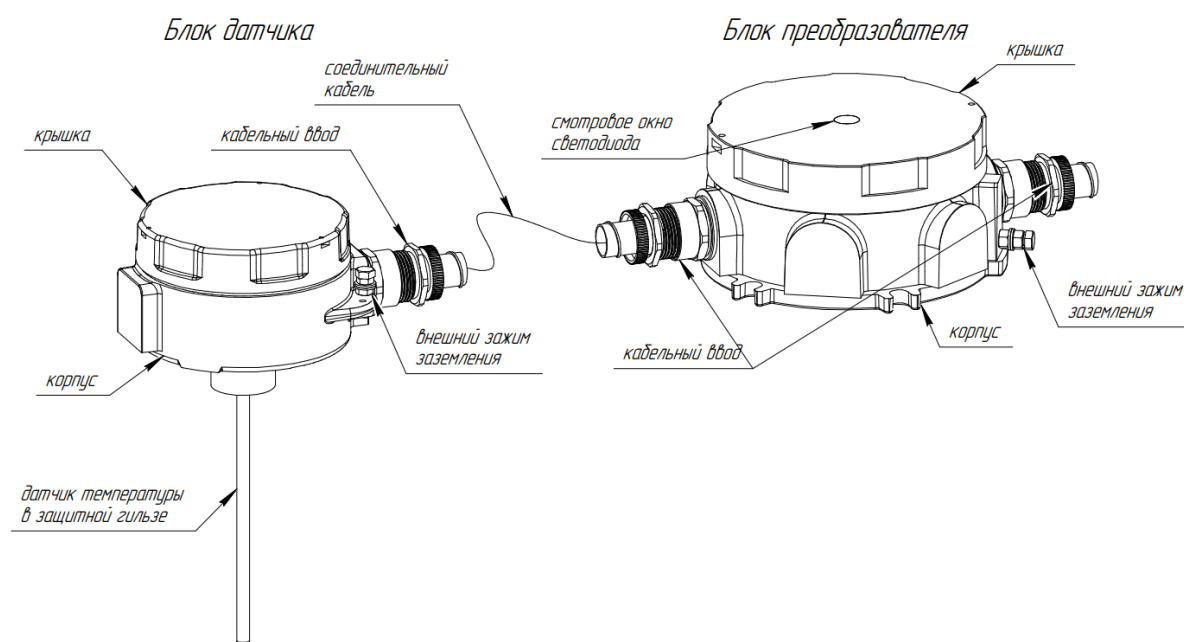

Рис.2 Внешний вид и элементы конструкции извещателя пожарного взрывозащищенного с внешним датчиком
5.2 Исполнение с внешним датчиком температуры (Рис.2), (Приложение А, Рис.А2) отличается тем, что датчик имеет отдельный герметичный корпус, который подключается к блоку преобразователя гибким кабелем. В блоке датчика и в блоке преобразователя имеются клеммы для соединительного кабеля, подключение датчика - четырехпроводное. В блоке датчика и в блоке преобразователя для ввода соединительного кабеля установлено по одному кабельному вводу (КВ) для круглого кабеля диаметром 3,1 – 8,6мм или 6,5 – 13,9мм. Присоединительная резьба КВ для соединительного кабеля М20х1,5мм.